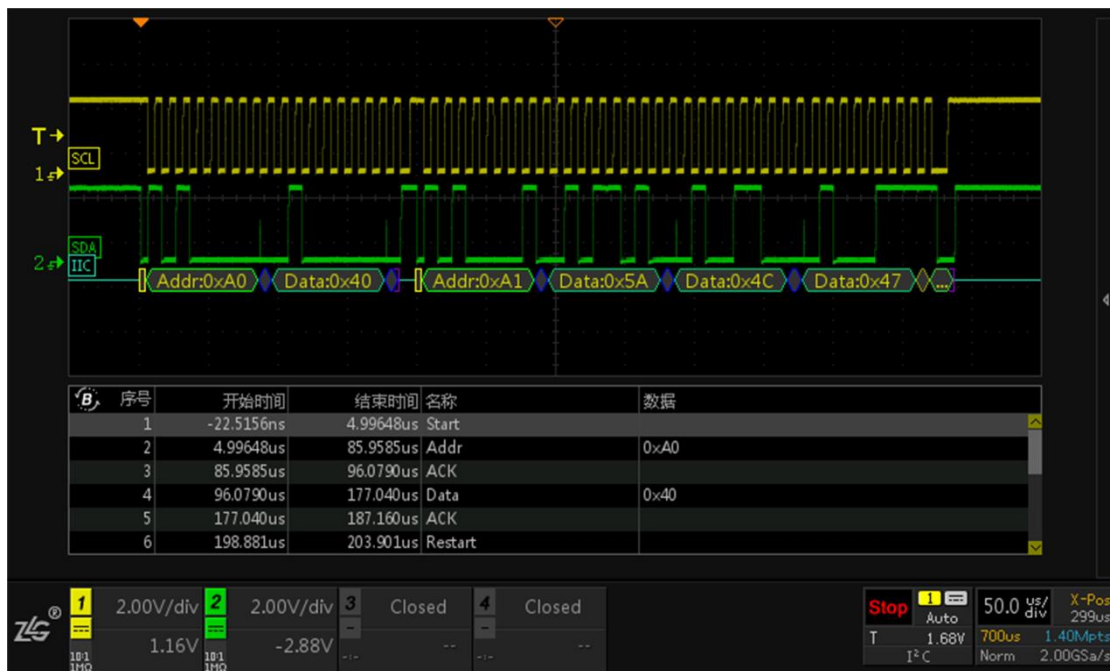

图 2.10 I2C 时序分析
- 设置完参数后点击【返回】可查看到测试分析的结果，如下图 2.10 所示。